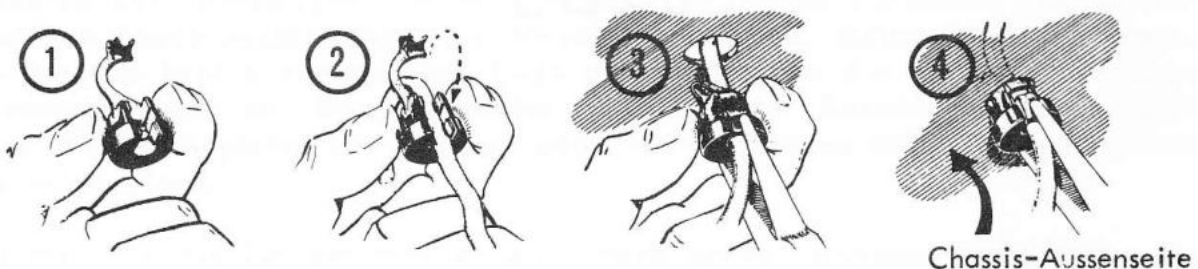

ABBILDUNG 5 C
- () Klemmen Sie die Spezial-Zugentlastung (Teile-Nr. 75-30) 1 cm vom Ende der Isolation des Netzkabels auf das Netzkabel, wie in Abbildung 5 C gezeigt. Führen Sie nun das Kabelende mit den drei Innenleitern durch das Loch im Halterahmen und drücken die Zugentlastung fest ein.